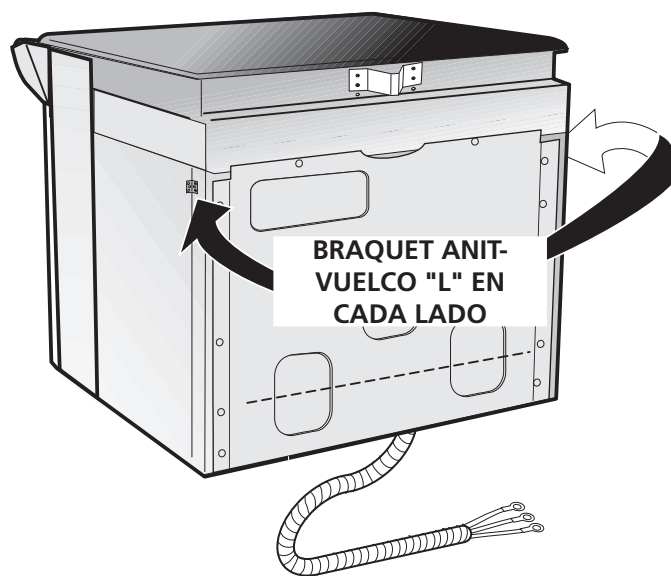

Figura 6
1. La estufa esta equipada con 2 braquets antivuelco "L" localizados en cada lado de la estufa con 2 tornillos (ver figura 6).